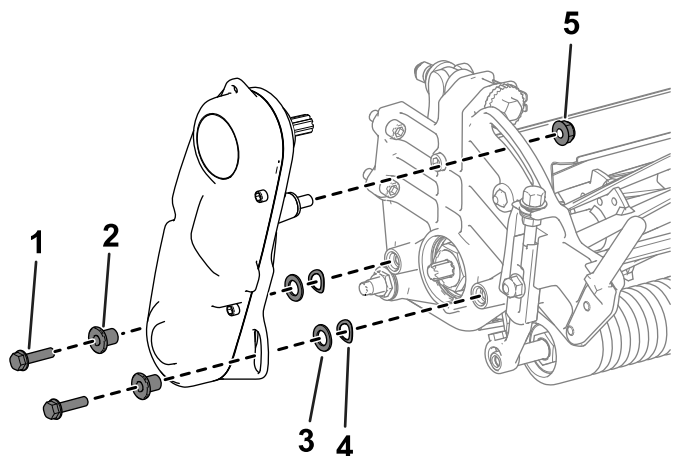

Figura 44
2. Remova as ferragens que prendem o conjunto da transmissão do cilindro à placa lateral (Figura 44).
3. Remova o conjunto da transmissão do cilindro, anilhas planas, anilhas de mola e espaçadores da placa lateral (Figura 44).